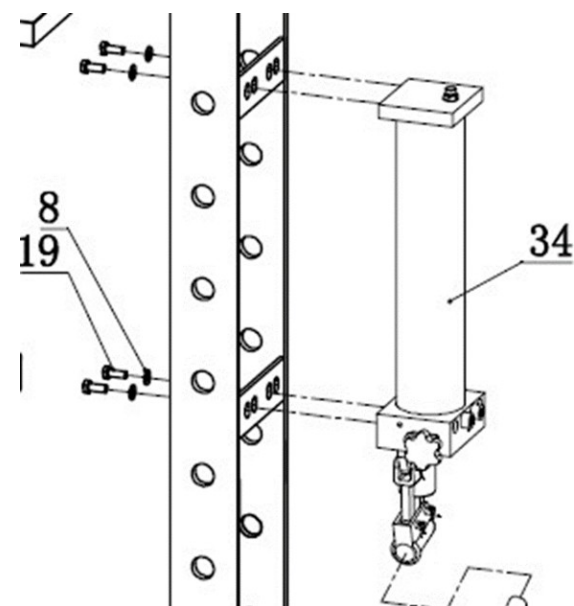

Рис. 2
3.2. Установите насос (34) снаружи стойки, используйте болт (19) и шайбы (8) (см. рис.2).